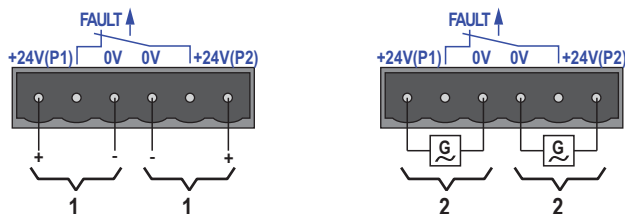

Figura 4: Collegamento della tensione di alimentazione sulla morsettiera a 6 poli
Possono essere collegate, a scelta, come tensione di alimentazione, sia la tensione continua che quella alternata. Per il collegamento della tensione alternata ricorrere ai pin +24V e 0V (si veda il figura 4).
- ▶ Il contatto di segnalazione ("FAULT", per l'assegnazione dei pin della morsettiera vedi figura 4) serve al monitoraggio delle funzioni dell'apparecchio e consente pertanto una diagnosi a distanza. Nella gestione è possibile definire la modalità del monitoraggio delle funzioni.